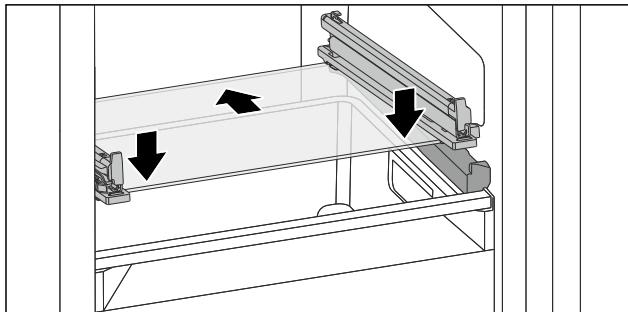

Fig. 74 Стеклянная пластина откидного выдвижного ящика
- ▶ Наклоняя вниз, установите стеклянную пластину за стопоры. (см. Fig. 74)